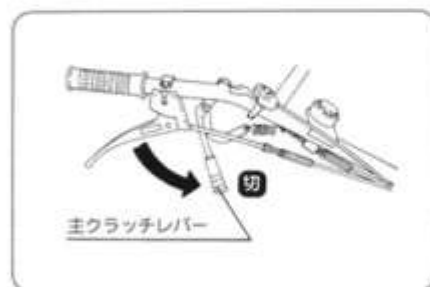

図24
- ① 主クラッチレバーを【切】位置にすると、機体は停止します。(図24)